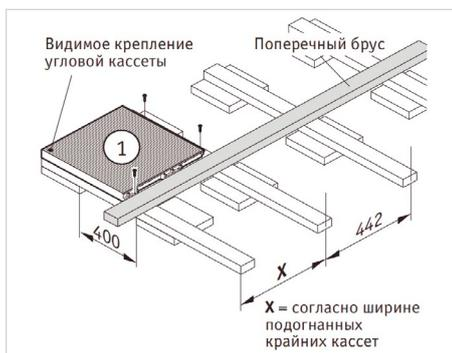

Рис.6 Укладка кассеты №1
- Выровнять кассету №1 и привинтить в 3 точках замкового выступа на 2 опорных ригелях при помощи шурупов с полукруглой головкой 4,0 x 40 мм. Дополнительно на внешнем углу кассета крепится насквозь видимым креплением при помощи шурупа с потайной головкой 4,0 x 60 мм в раззенкованное отверстие диаметром 4 мм (рис. 6).